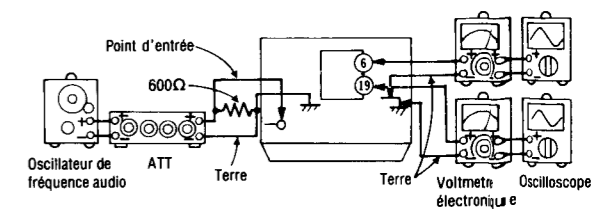

Fig. 9
1. Le raccordement de l'équipement d'essai est montré à la Fig. 9.
3. Régler avec l'atténuateur de telle sorte que la puissance de sortie entre la borne ⑥ (canal de gauche) [borne ⑨ (canal de droite)] de IC401 et la masse soit de 12,3mV.